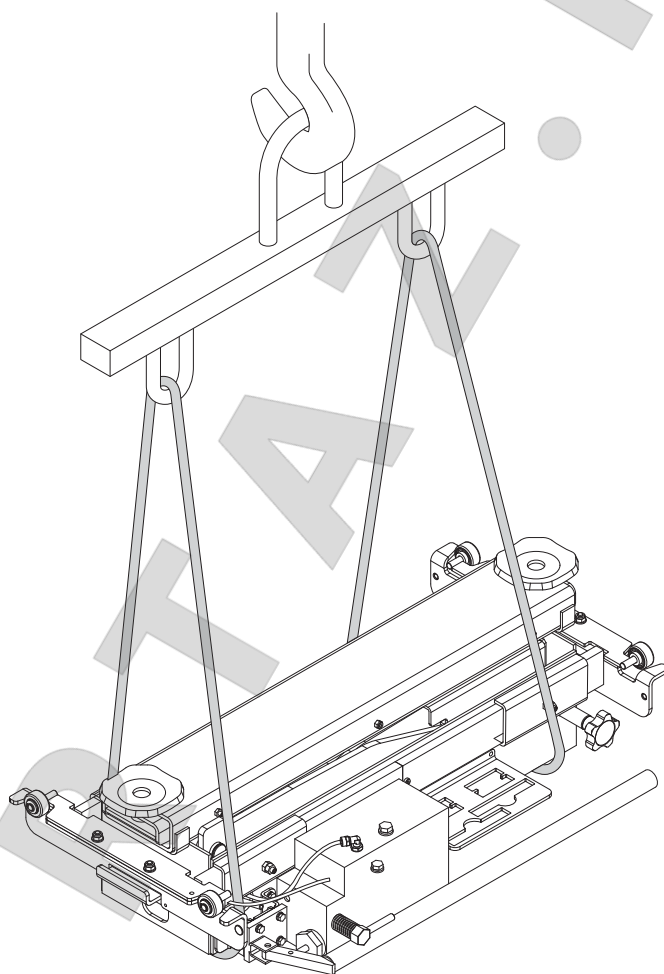

Fig. 2
- sollevare la macchina mediante l'uso di gru posizionando le brache come indicato in **Fig. 2**;
- lift the machine using a fork-lift truck (crane), positioning the forks as shown in **Fig. 2**;
- die Einrichtung mit einem Kran anheben, dabei die Seile gemäß **Abb. 2** anlegen.
- soulever la machine avec un chariot élévateur (grue) en positionnant les bras comme indiqué à la **Fig. 2**;
- elevar la máquina con grúa colocando las eslingas como se indica en la **Fig. 2**;